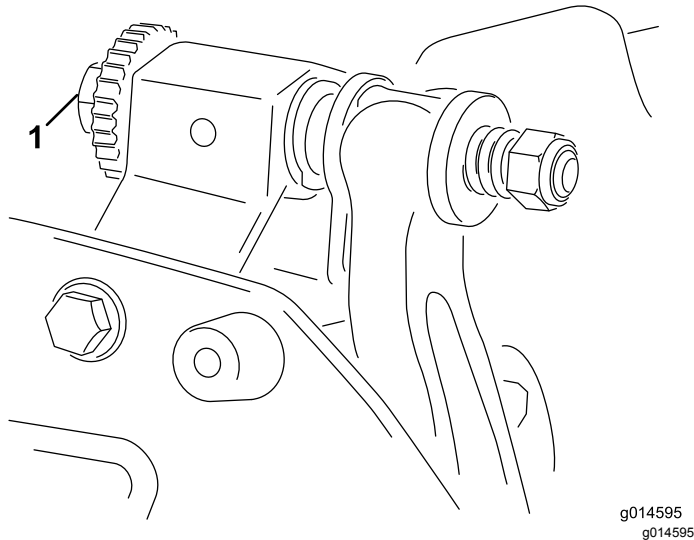

Figura 8
- A. Gire los tornillos de ajuste de la barra de asiento en sentido horario (Figura 8), un clic a la vez, hasta que se note y se oiga un contacto ligero.
6. Gire el tornillo de ajuste derecho de la barra de asiento (**Figura 8**) hasta que note una ligera presión en el suplemento al moverlo de un lado a otro. Retire el suplemento.